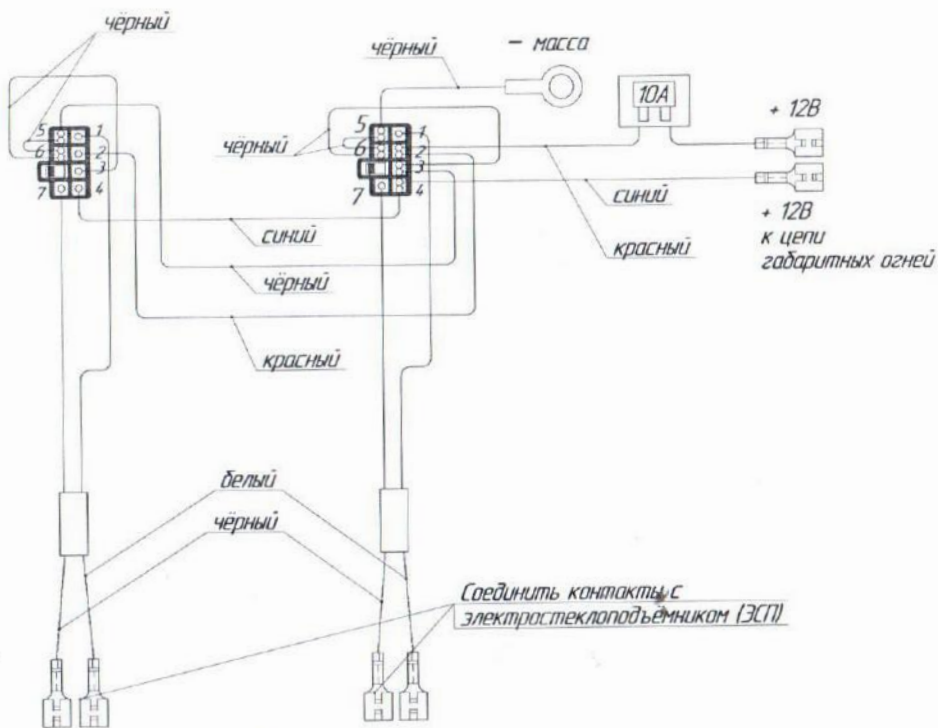

Рис. 3. Схема подключения электростеклоподъёмников к бортовой сети автомобиля.
6.6. Выбрать место установки переключателей, разметить и вырезать под них проймы. Протянуть двухжильный провод по салону от места расположения переключателей до дверей, затем через стойки в полости дверей. Контакты на другом конце провода соединить с электродвигателем ЭСП (см. рис. 3). При необходимости изменения размеров жгута использовать провода с сечением не менее 0,75 кв. мм.
- 6.8. Выполнить соединения проводов питания и подсветки в соответствии со схемой подключения ЭСП (см. рис. 3).